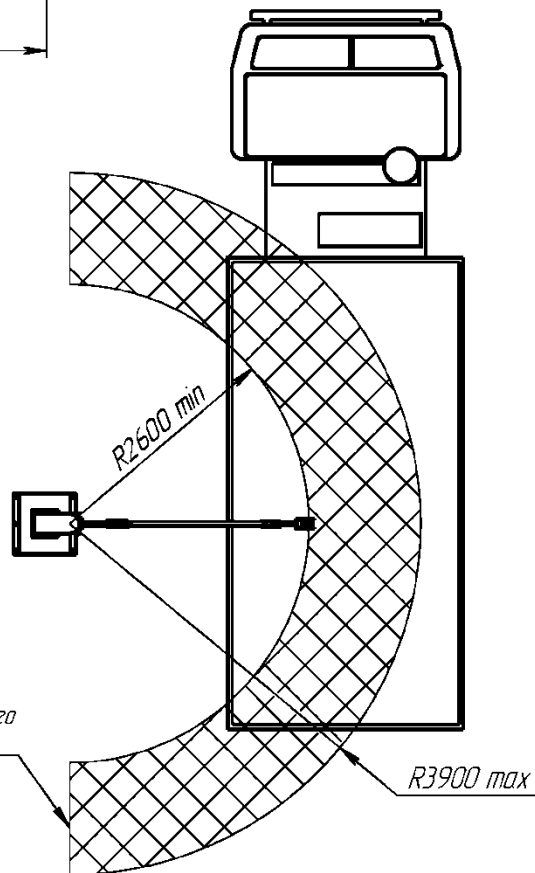

Рисунок 1 – общий вид пробоотборника
6.2.1 Заливку анкерной корзины в предполагаемом месте установки пробоотборника (согласно Рис.1).